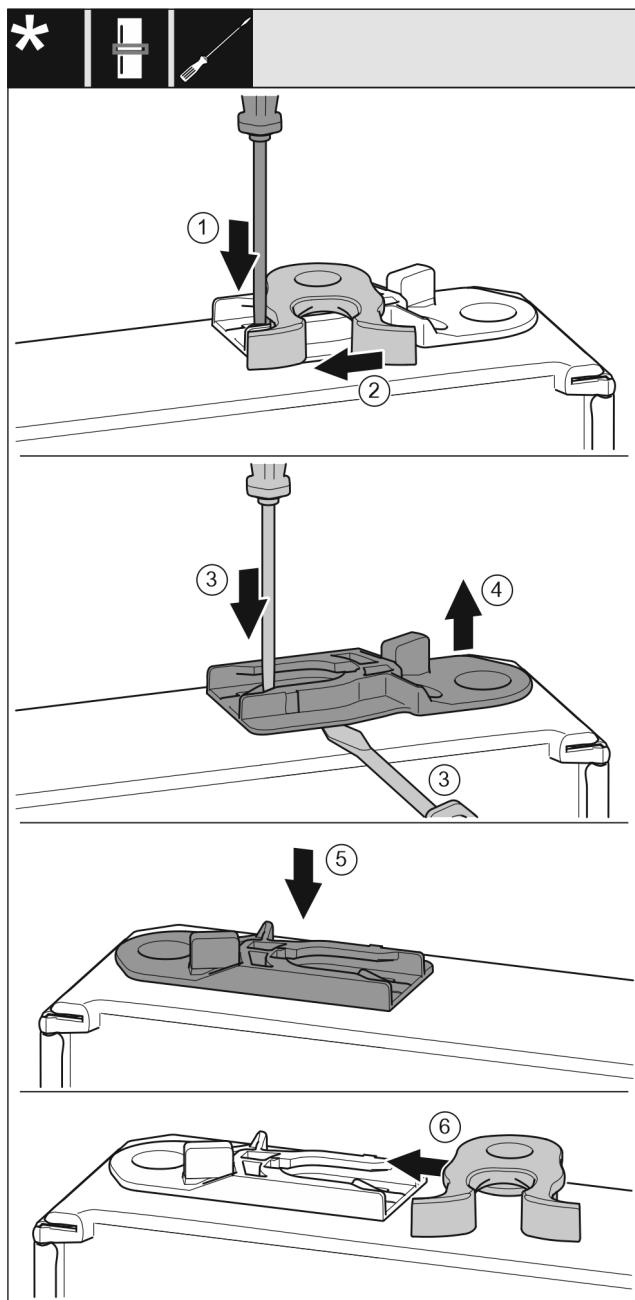

Fig. 18
- Spustelėkite antdėklą išdrožiniu atsuktuvu žemyn. Fig. 18 (1)
- Ištraukite uždarymo kablij iš kreipiklio. Fig. 18 (2)
- Ištraukite kreipiamają jvorę: spustelėkite antdėklą išdrožiniu atsuktuvu ir tuo pačiu metu pakiškite išdrožinių atsuktuvą po kreipiamaja jvori. Fig. 18 (3, 4)
- Komplektacijoje esančią kreipiamają jvori įstumkite kitoje korpuso pusėje. Fig. 18 (5)
- Įstumkite uždarymo kabli į kreipiklį. Fig. 18 (6)